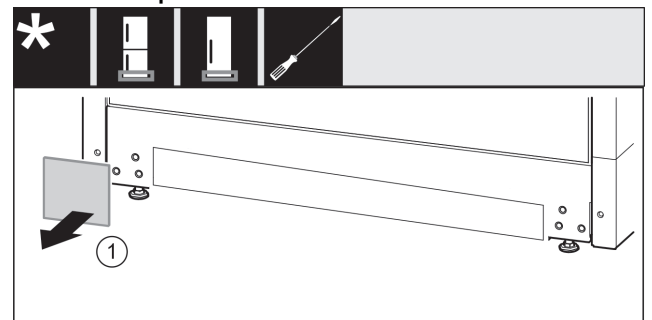

Fig. 12
- Retirar la cubierta. Fig. 12 (1)